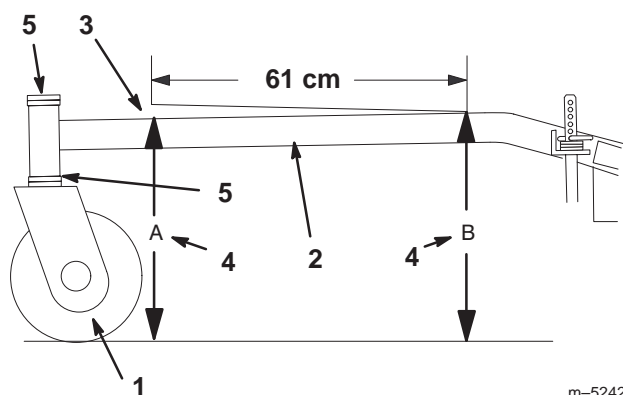

Bild 47
Über seine Länge von 61 cm muss der Chassisrahmen eine Neigung von 6 mm aufweisen (Bild 47).
1. Messen Sie eine Länge von 61 cm auf dem Chassisrahmen (Bild 47).
2. Messen Sie die Höhe des Chassisrahmens an Stelle "A" (Bild 47).
3. Messen Sie die Höhe des Chassisrahmens an Stelle "B" (Bild 47).
4. Die Höhe an Stelle "A" muss 6 – 10 mm niedriger sein als an Stelle "B" (Bild 47).
5. Bewegen Sie, wenn der Chassisrahmen falsch steht, die Distanzstücke an den Laufrädern, bis eine Neigung von 6 – 10 mm daraus resultiert (Bild 47). Verlegen Sie die Distanzstücke von oben oder unten, um die korrekte Neigung herbeizuführen.